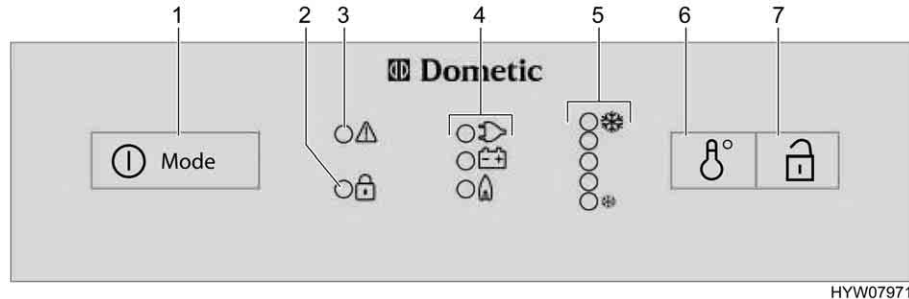

Fig. 189 Elementos de mando para el frigorífico (Dometic de la serie 8 con SMSE)
- Pulsar el conector/selector de energía (Fig. 189,1) 2 segundos para conectar el aparato. Se ilumina el LED del último modo de funcionamiento seleccionado.
- Si fuera necesario, pulsar el conector/selector de energía (Fig. 189,1) varias veces brevemente hasta que se ilumine el piloto gas "🔥". El suministro de gas está abierto. El encendido se realiza automáticamente. Se oye un sonido de tic-tac hasta que el proceso de encendido se haya llevado a cabo con éxito.
- Ajustar la temperatura de refrigeración con el conmutador para el ajuste de la temperatura (Fig. 189,6).
- Si fuera necesario, pulsar el conector/selector de energía (Fig. 189,1) varias veces brevemente hasta que se ilumine el piloto 230 V "⚡".
- Si fuera necesario, pulsar el conector/selector de energía (Fig. 189,1) varias veces brevemente hasta que se ilumine el piloto 12 V "⊕".